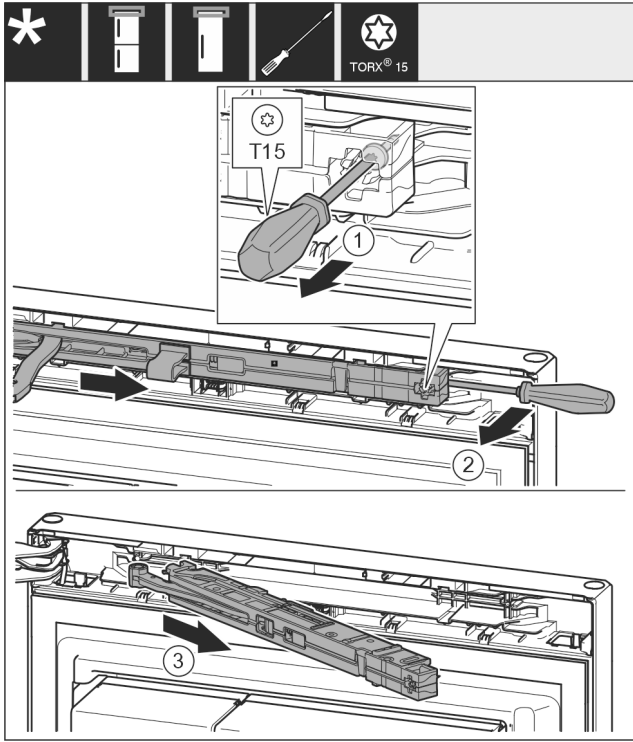

Fig. 11
- ▶ Avaa sulkuvaimenninyksikön ruuvia T15-ruuvimeisselillä noin 14 mm. Fig. 11 (1)
- ▶ Vie ruuvimeisseli kahvan puolella sulkuvaimenninyksikön taakse ja kierrä yksikköä eteenpäin. Fig. 11 (2)
- ▶ Vedä sulkuvaimenninyksikkö ulos. Fig. 11 (3)